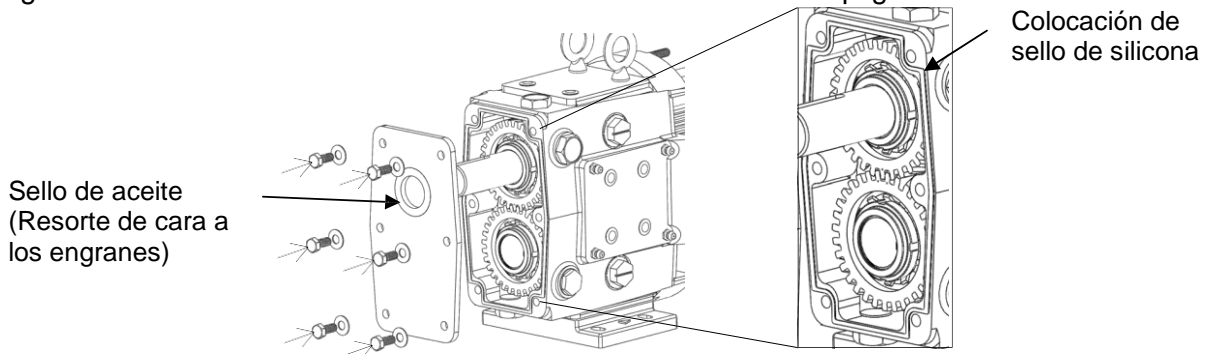

Figura 60: Instalar cubierta trasera de la caja de engranes
10) Aplique una ligera película de lubricante a los diámetros interior y exterior del sello de aceite de la cubierta de la caja de engranes. Con una prensa, instale el sello de aceite en la cubierta trasera para que esté al ras con el exterior de la cubierta trasera y el resorte esté orientado hacia los engranes. Aplique un sellador de silicona a los bordes de la parte posterior de la caja de engranes asegurándose de que no haya espacios. Deslice la cubierta trasera sobre la caja de engranes, asegurándose de que el eje esté centrado en el sello de aceite, y asegúrelo con los pernos de retención (Figura 60). No corte el sello de aceite en la ranura de la chaveta del eje; puede utilizar cinta adhesiva para cubrir bordes afilados del eje. Instale los tapones de aceite y llene la caja de engranes con la cantidad de aceite recomendada utilizando la Tabla 3 de la página 12.